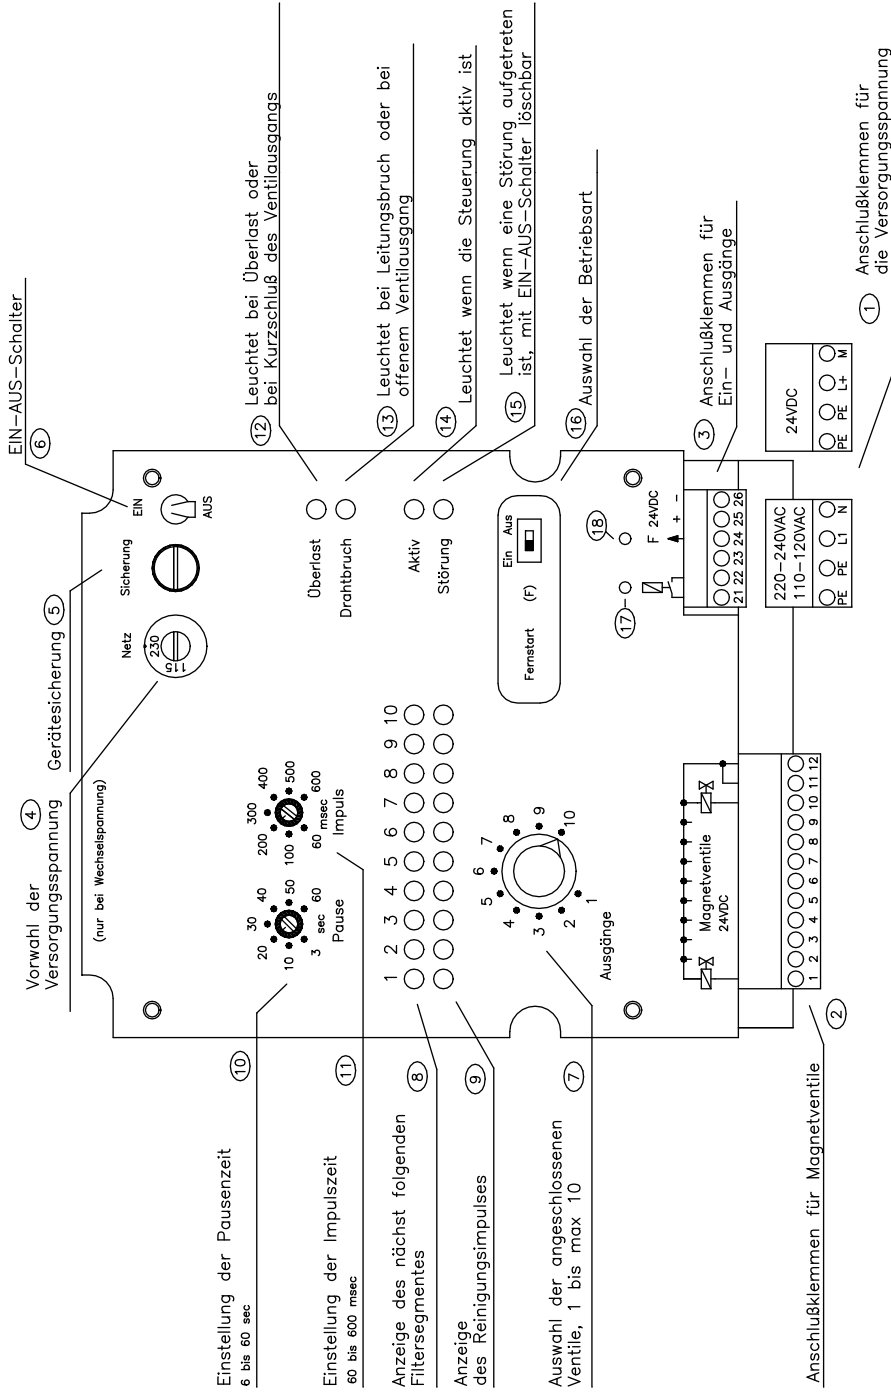

Bild 6.1: Übersicht der Frontplatte
Die Versorgungsspannung ist an die Klemmenleiste (1) anzuschließen. (siehe Bild 6.1).
Bei der Inbetriebnahme der Steuerung sind die folgenden Punkte der Reihe nach zu beachten. Siehe auch Bild 6.1: Übersicht der Frontplatte